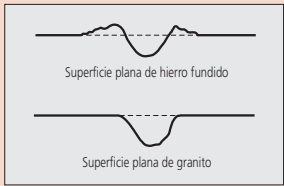

Figura 1
- Dado que el granito es más duro, de grano más fino y más frágil que el hierro fundido, no arroja rebabas ni protuberancias si se raya. (Consulte la Figura 1). Esto garantiza un alto grado de planitud sin riesgo de dañar los instrumentos o las piezas de trabajo.